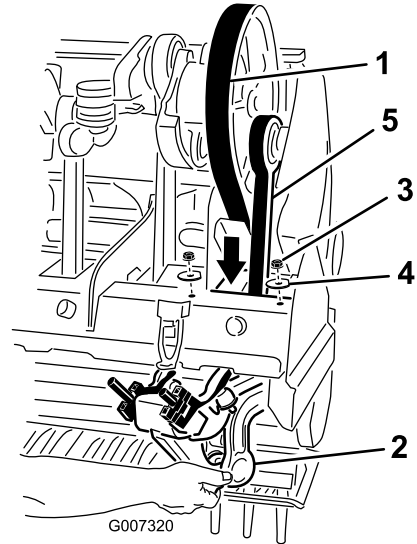

Figura 39
- Desaperte e retire as 2 porcas de bloqueio e anilhas que fixam o amortecedor rotalink no braço n.º 1 (Figura 39).
- Passa a correia de transmissão para baixo através da estrutura da cabeça de perfuração e em torno da extremidade inferior do braço N.º 1 (Figura 39).